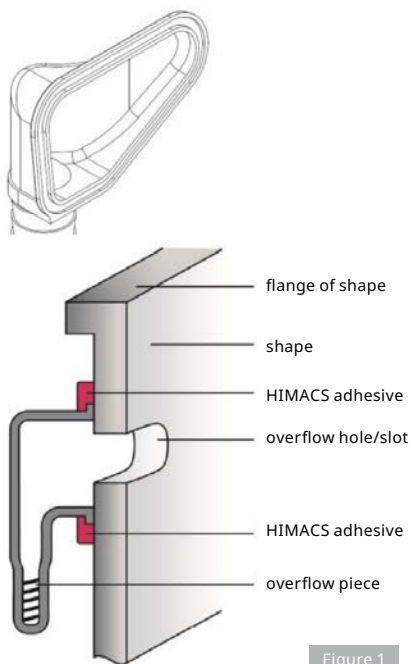

Figure 1
- 1) Position the overflow pipe at the back of the sink/bowl as shown in Fig 1.
2. Maak met een witte HIMACS-lijm een lijmbed rond het kunststof gedeelte zoals aangegeven in afbeelding 1.
2. Appliquer une couche de colle HIMACS White autour de la partie en plastique comme indiqué sur la figure 1.